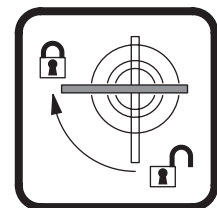

Figure 2: Embases à 1/4 de tour
3. Consultez la Figure 2. Alignez chaque embase avec les trous prévus à cet effet dans le socle. Insérez les loquets quart de tour dans la base et tournez-les à 90° dans le sens horaire.